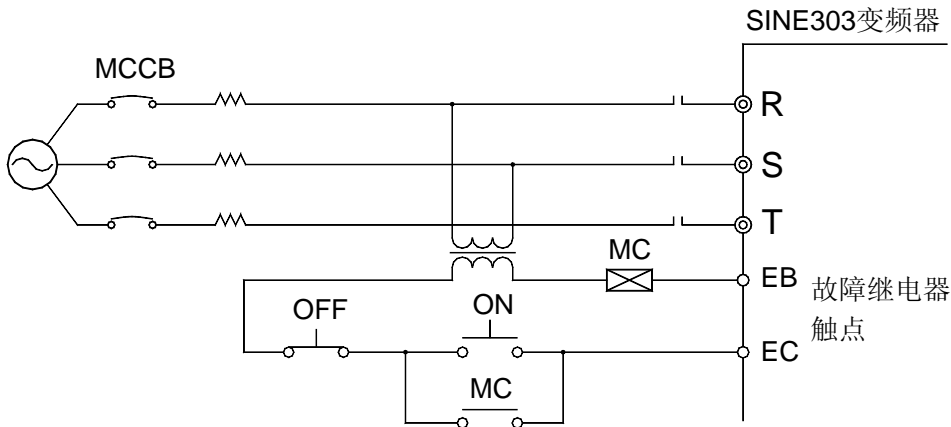

图 3-4 接入输入断路器
- MCCB 与多台变频器或其他设备共用时，请按图 3-4 所示，将变频器故障输出继电器触点串入电源接触器线圈，故障信号可断开电源。
按图 3-4 所示接入与变频器功率匹配的电磁接触器。